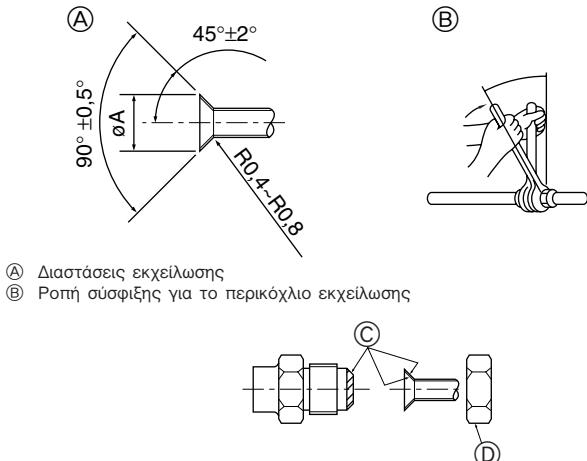

Fig. 4-2
(B) (Fig. 4-2)
4.2. Σωλήνες σύνδεσης (Fig. 4-2)